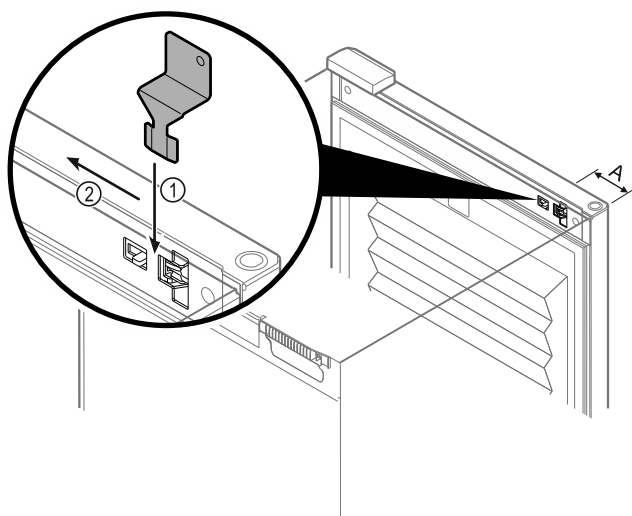

Fig. 90
- Umiestnite kľúč na núdzové odomknutie na zadané miesto Fig. 90 (A) ≈ 100 mm.
- Zasuňte zhora kľúč na núdzové odomknutie medzi dvere a teleso zariadenia až na doraz Fig. 90 (1).
- Vytiahnite kľúč na núdzové odomknutie smerom k strane závesu Fig. 90 (2).